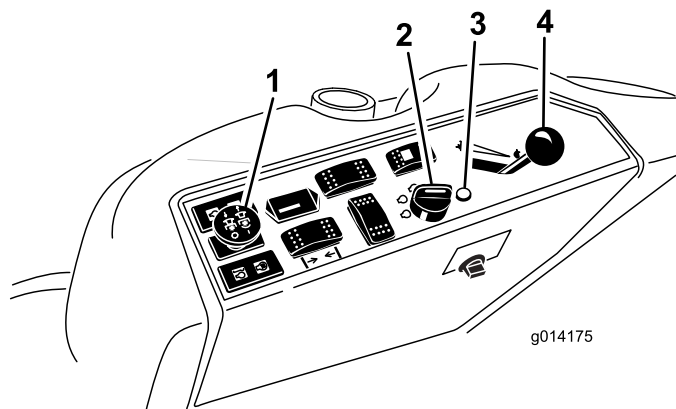

Рисунок 20
4. Переведите переключатель механизма отбора мощности (PTO) в положение Выкл. (Рисунок 20).
5. Передвиньте рычаг дроссельной заслонки в среднее положение между Быстро и Медленно (Рисунок 20).